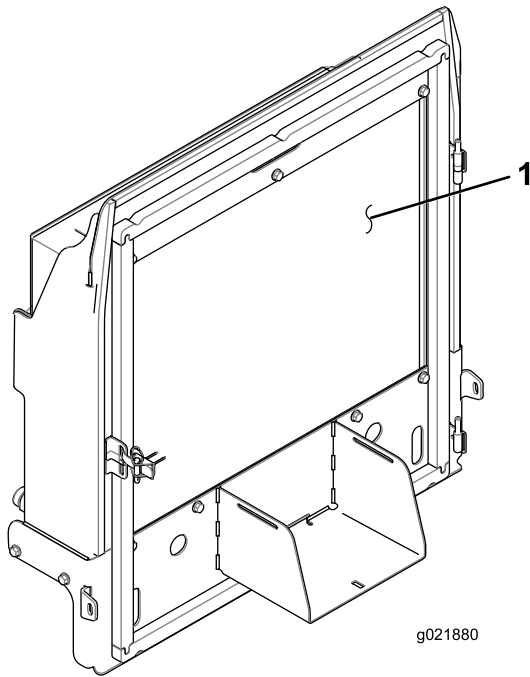

Figura 137
4. Curățați temeinic cu aer comprimat ambele laturi ale răcitorului de ulei/radiatorului (Figura 137).